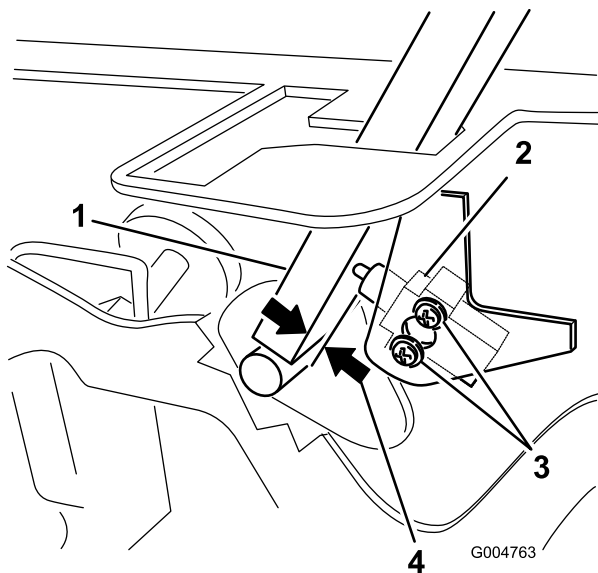

Figura 70
3. Afloje los 2 tornillos que fijan el interruptor de seguridad (Figura 70).
- Sujetando la palanca de control contra el bastidor, mueva el interruptor hacia la palanca hasta que la distancia entre la palanca y el cuerpo del interruptor sea de 0.4 a 1 mm (de 0.015" a 0.045") como se muestra en Figura 70.